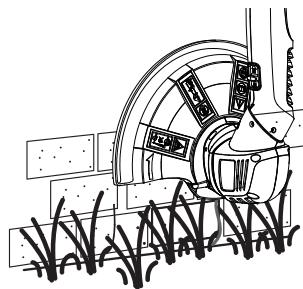

Fig. 15
- > Ajuste o ângulo da cabeça do aparador (7) quando aparar em extremidades. Evite que o dispositivo de corte entre em contacto com objetos duros, como paredes e pedras de lanchil (Fig. 15).